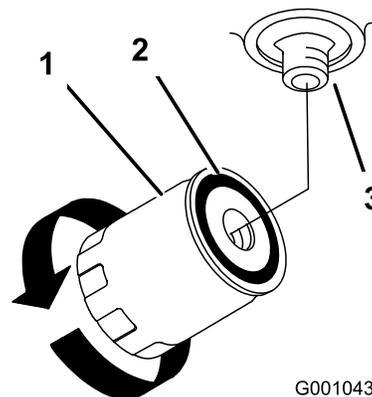

Рисунок 74
4. Снимите старый фильтр и начисто протрите поверхность прокладки переходника фильтра (Рисунок 74).
7. Поверните фильтр по часовой стрелке до контакта резиновой прокладки с переходником фильтра, после этого затяните фильтр, повернув его еще на пол-оборота (Рисунок 74).